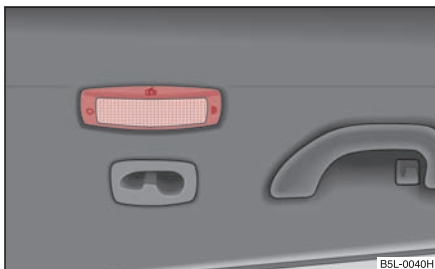

Fig. 65 Escotadura del revestimiento interior del techo: Luces de lectura trasera
- Presione el cristal cobertor en la zona del símbolo  ⇒ fig. 65.
- Presione el cristal cobertor en la zona del símbolo **O** ⇒ fig. 65.